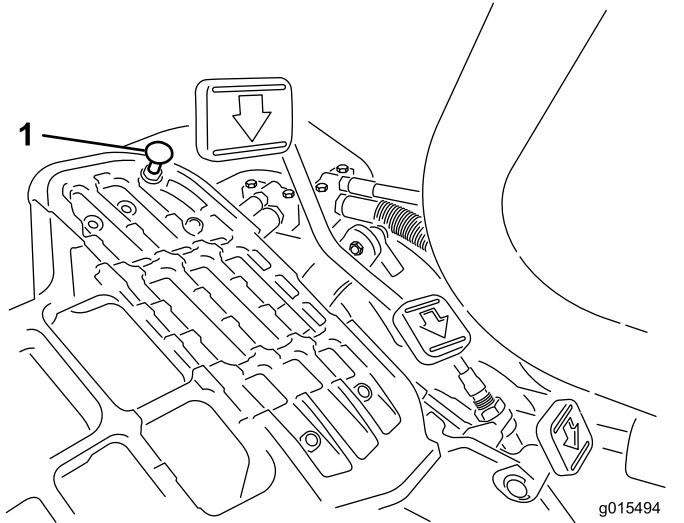

Bild 36
Stellen Sie den Funktionsschalthebel in die TRANSPORT-Stellung und treten Sie auf das Fahrpedal, um die maximale Transportgeschwindigkeit zu erreichen. Wenn das Pedal den Anschlag erreicht (Bild 36), bevor das Kabel gespannt ist, führen Sie folgende Einstellungsschritte aus:
1. Stellen Sie den Funktionsschalthebel in die TRANSPORT-Stellung, lösen Sie die Sicherungsmutter, mit der der Pedalanschlag an der Bodenplatte befestigt ist (Bild 36).